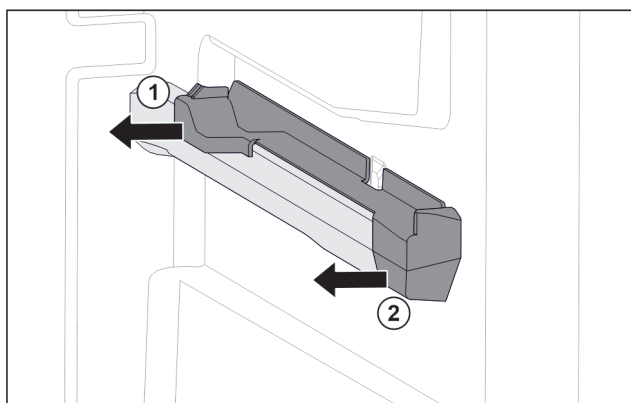

Fig. 83 Natični dio na desnom žlijebu spremnika
- Skinite natični dio straga u stranu. *Fig. 83 (1)*
- Skinite natični dio sprijeda u stranu. *Fig. 83 (2)*